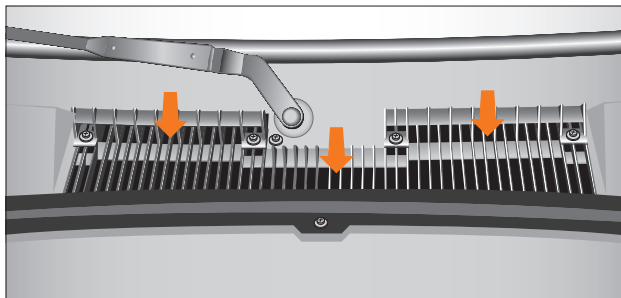

Рис. 54. Воздухозаборник
**Воздухозаборник отопителя** (рис. 54). Воздухозаборные отверстия должны быть свободны для поступления воздуха, при необходимости удалить листву, грязь или снег. Воздушный фильтр установлен в коробке воздухозаборника отопителя, который очищает поступающий в салон воздух от пыли, копоти, пыльцы растений и т. д. Замена фильтрующего элемента производится в соответствии с графиком регламентных работ, в условиях повышенной запылённости – по необходимости.